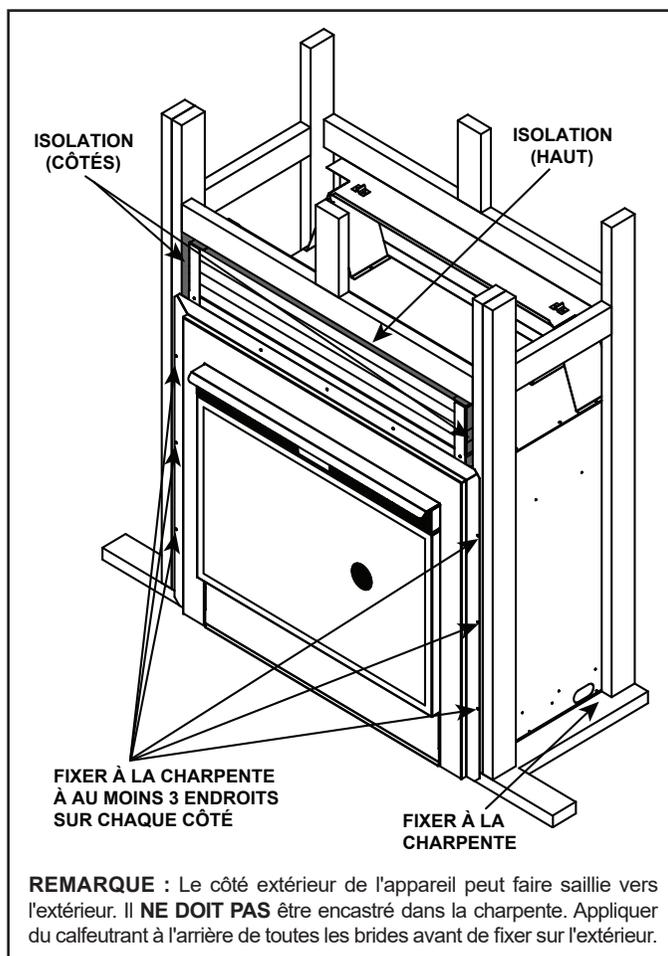

Figure 5.2 Positionnement, mise à niveau et fixation adéquate d'un appareil
- Placez le matériel d'isolation au sommet (deux pièces) et sur les bords (une pièce par côté) de l'appareil, entre l'appareil et les colombages de la charpente. Voir la figure 5.2.
Le schéma illustre comment positionner, mettre à niveau et fixer l'appareil. Voir la figure 5.2. Les languettes à clouer permettent de fixer l'appareil aux éléments de la charpente.